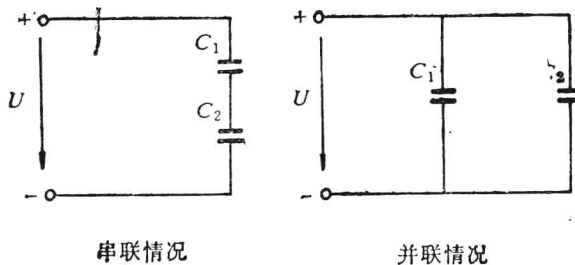

图 1-4 电容器的串并联
(1) 电容器的串联 如果电容器的耐压不够高，可以把电容器串联起来使用，如图 1-4 所示。
(2) 电容器的并联 如果电容器的电容量不够大，可以把电容器并联起来使用，如图 1-4 所示。